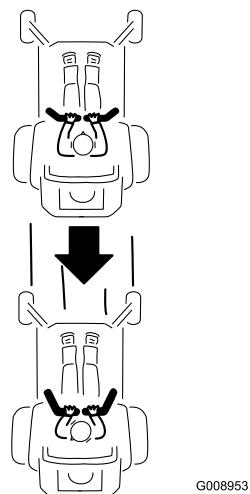

Figura 18
Para ir recto, aplique la misma presión a ambas palancas de control de movimiento (Figura 18).
2. Para ir hacia atrás, tire lentamente de las palancas de control de movimiento hacia atrás (Figura 18).